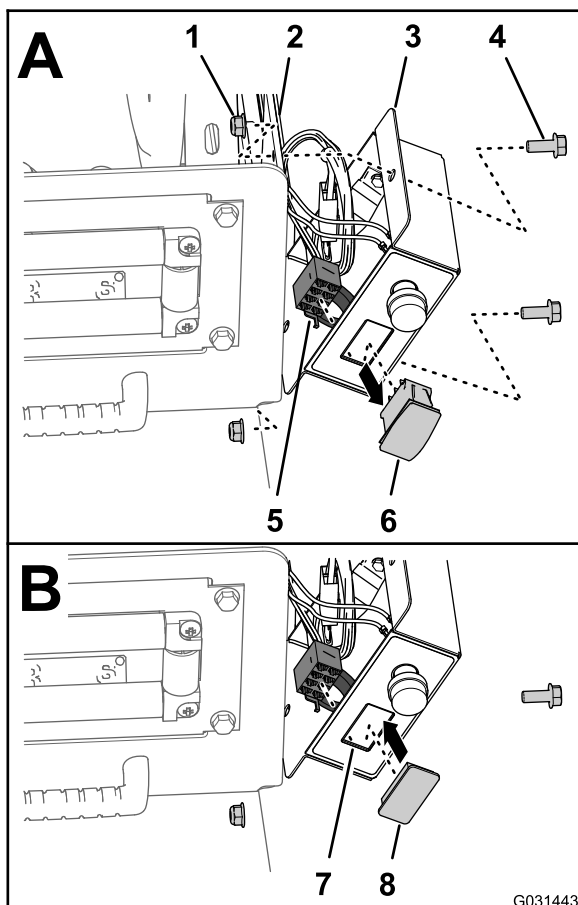

図 7
1. コントロールボックスをリール取り付けプレートに固定しているボルト5/16 x 3/4 インチ 2本とロックナット 5/16 インチ2個を取り外す (図 7)。
2. 水圧制御スイッチから、コントロールボックス用の8ソケットコネクタを外す 図 7。
3. 8ソケットコネクタをコントロールボックス内部に引き込む 図 7。
4. 水圧制御スイッチのロックタブをつまんで、スイッチをコントロールボックスの外に押し出す 図 7。
5. スイッチを外したところコントロールボックス開口に、スイッチプラグを合わせる 図 7。
6. コントロールボックス内部にスイッチプラグを入れ、プラグがカバーにパチンと音を立ててはまるまで押し込む 図 7。
7. コントロールボックスをリール取り付けプレート 図 7 に固定するボルト5/16 x 3/4 インチ2本と、ロックナット5/16 インチ2個を使用。